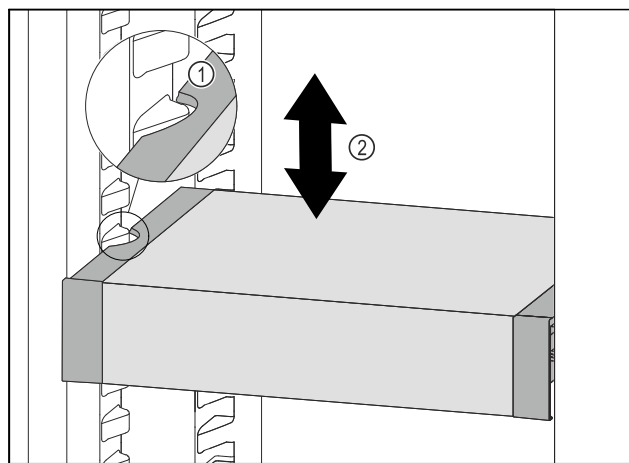

Fig. 126
- Predal VarioSafe povlecite v smeri naprej, dokler nista stranska izreza predala VarioSafe na višini nastavka za posodo v hladilniku. Fig. 126 (1)
- Predal VarioSafe premikajte v hladilniku gor ali dol, dokler ne dosežete zelene višine. Fig. 126 (2)